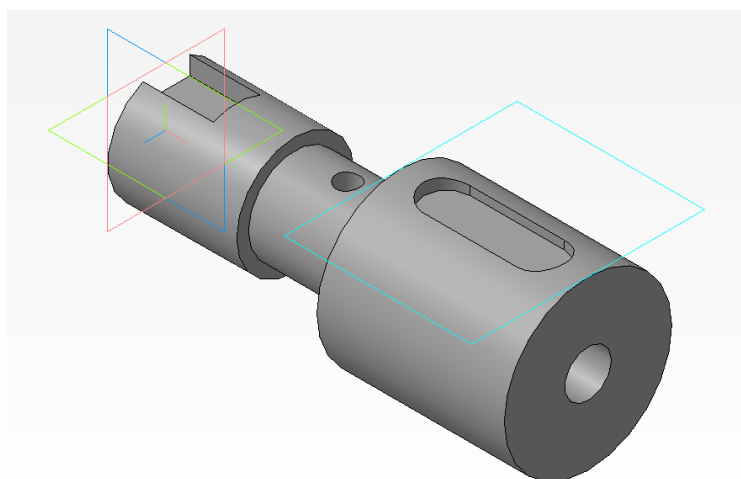

Рисунок 18.
14. Готовый вал сохраняем в файл (рисунок 18).